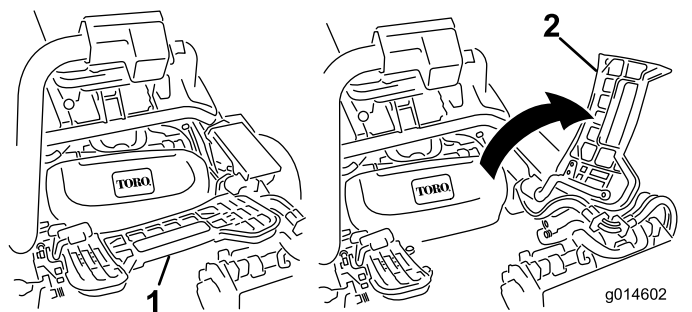

図 48
2. フットレストを跳ね上げて開き、中央カッピングユニット取り付け位置へのアクセスを確保する **図 48**。